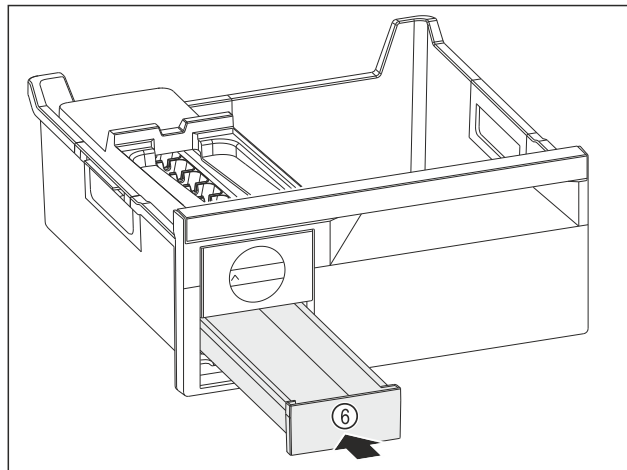

Fig. 149
- ▶ Встановіть форму для льоду Fig. 149 (6).